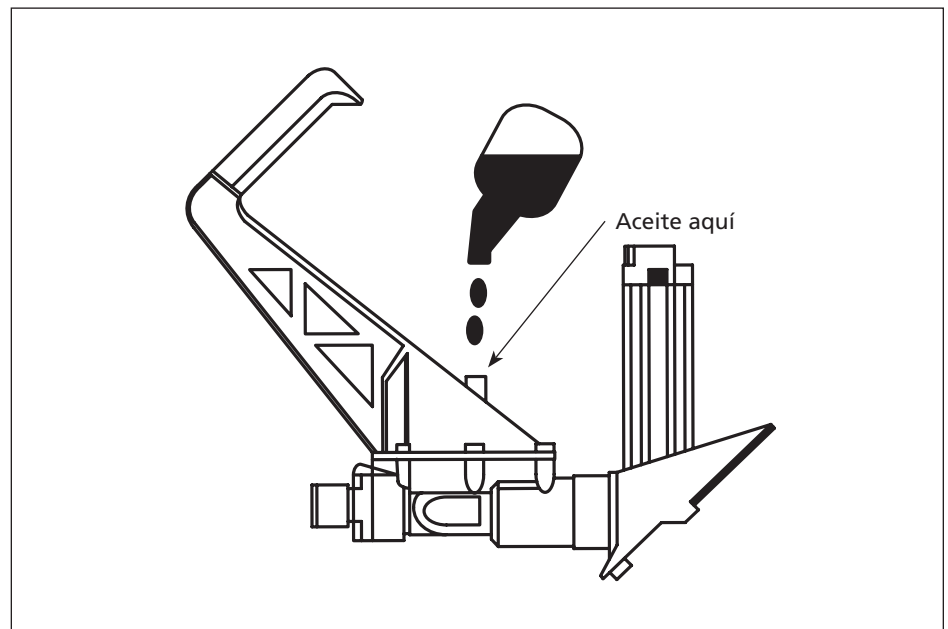

Figura 12 - Incline la clavadora para agregar el aceite
- Gire la clavadora de modo que la entrada de aire quede mirando hacia arriba. Agregue de 4 a 5 gotas de aceite sin detergente 30W en la entrada de aire (ver Figura 12). **NO USE** aceites con detergentes, aditivos de aceite, ni aceites para herramientas neumáticas. Los aceites para herramientas neumáticas contienen solventes que pueden averiar los componentes int